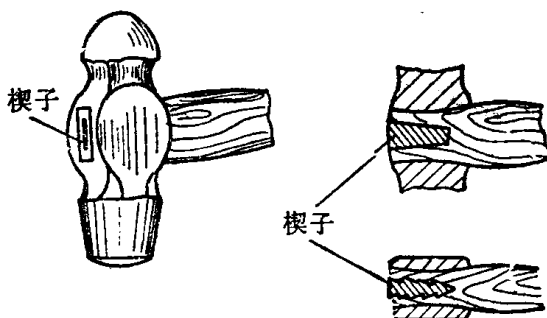

图2.5 锤柄端部打入楔子
⑤ 锤击速度 一般锤击速度为40~60次/分。手锤敲下去时应是加速度,这样可增加锤击的力量。
(2) 錾削姿势练习时的安全知识 使用手锤应先检查锤与手柄连接是否松动,楔子是否松脱(图2.5),木柄有无裂缝。锤柄不可沾水或油,以免使用时滑出。錾子头部如有毛刺应即磨去。手锤放置时应放在虎钳右边,锤柄不得露在钳台外面,以免掉下时砸伤脚。錾子应放在虎钳的左边。